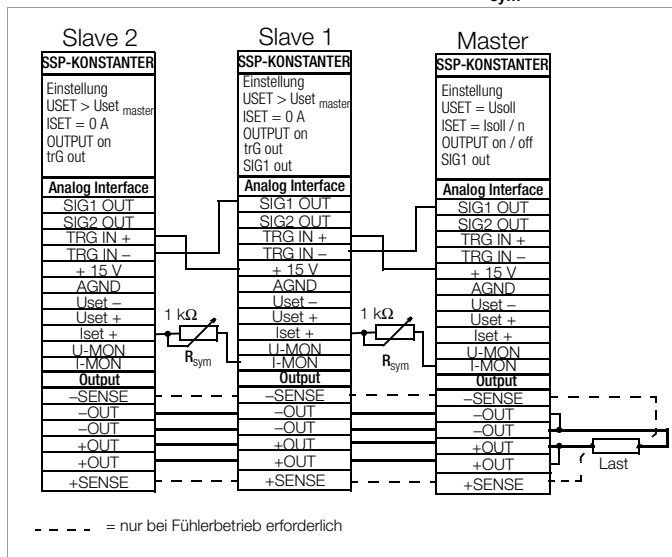

Bild 5.9.2 Verdrahtung für Master-Slave-Parallelschaltung
- **Verkoppeln** Sie **Master-** und **Slave**-Gerät(e) wie in Bild 5.9.2 dargestellt.